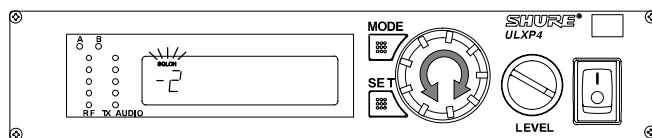

FIGURE 42
2. Tourner le bouton de commande. Le nouveau réglage d'accord silencieux apparaît sur l'affichage comme illustré à la figure 42.